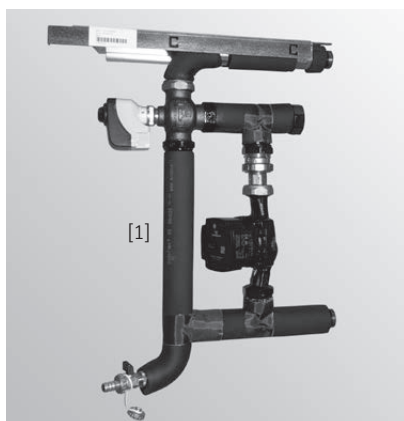
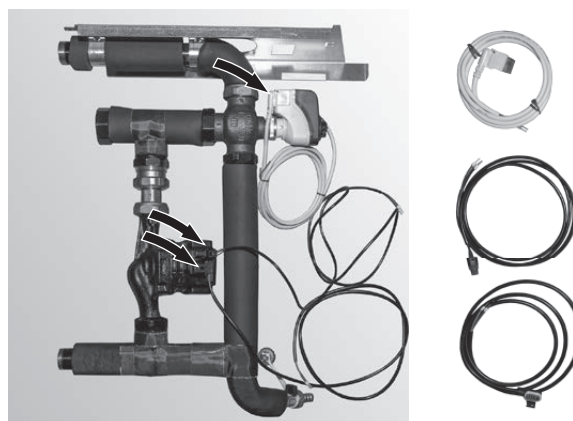

Fig. 52 Gruppo idraulico
Fig. 53 Inserire i due cavi nella pompa
- ▶ Montare il gruppo idraulico [1] nel piede d'appoggio (Fig. 52) dopo aver inserito i cavi nella pompa e nella valvola di commutazione – Fig. 53.